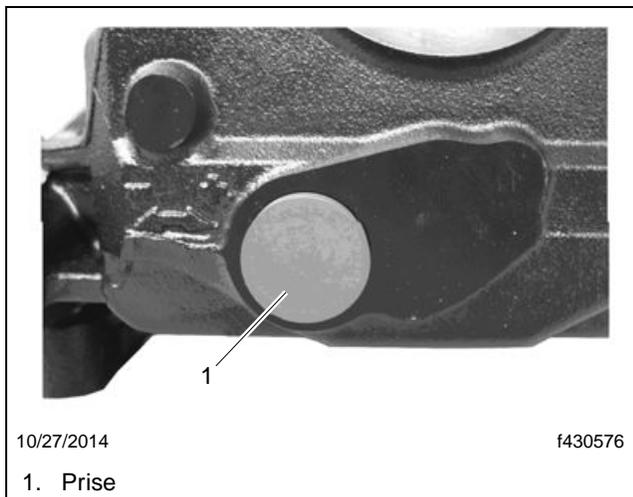

Fig. 14, Installation de l'obturateur de l'étrier de frein
40. Installez un nouvel obturateur dans l'ouverture de réglage manuel, en vous assurant que l'obturateur est bien serré. Reportez-vous à la **figure 14**.